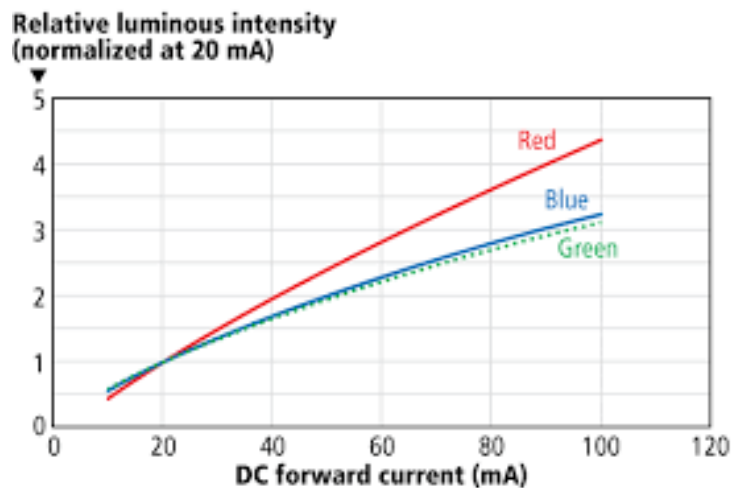

Рисунок 2.3 – Типова ЛАХ СД у відносних одиницях світлового потоку
5. **Люмен-амперна характеристика (ЛАХ)** як залежність світлового потоку СД від його прямого струму. Зазвичай вона приводиться у відносних одиницях для величини світлового потоку (рис.2.3).